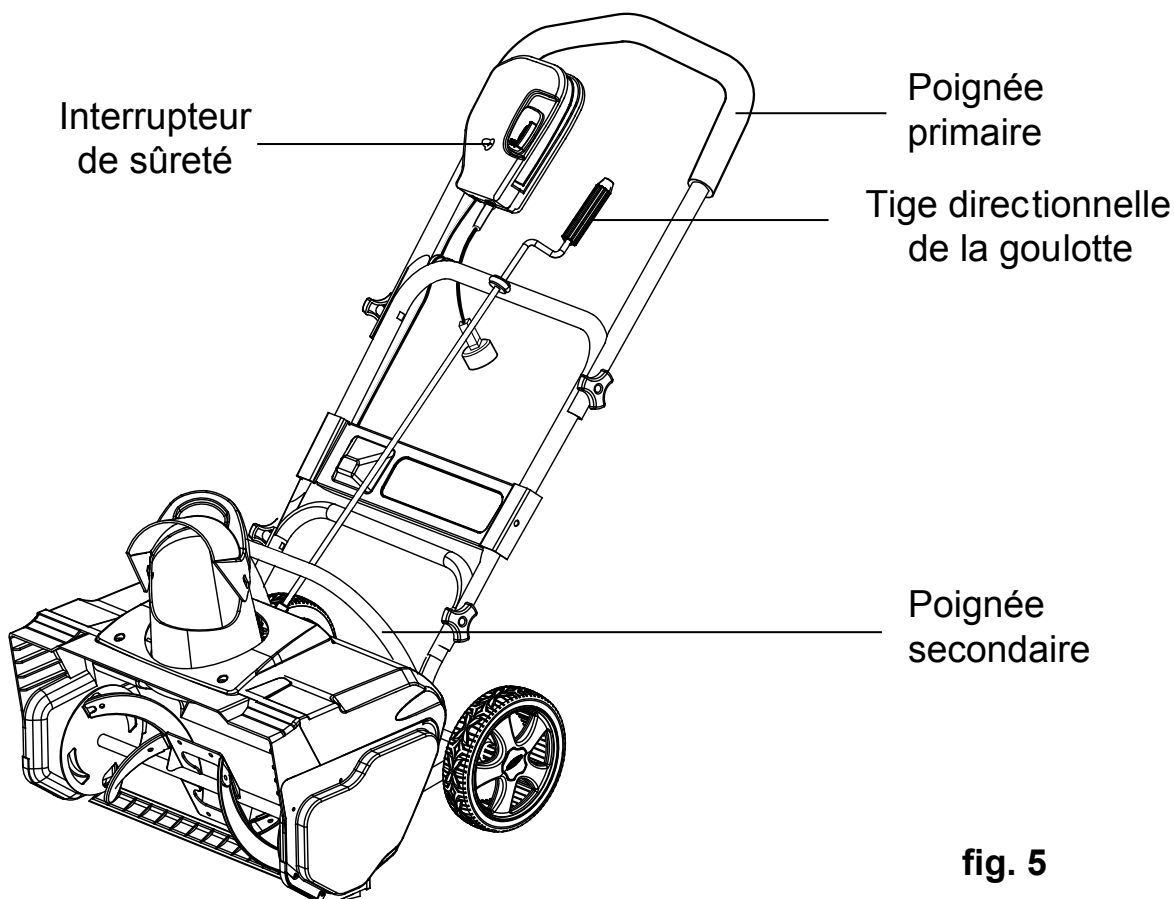

fig. 5
2. Appuyez sur l'interrupteur de sûreté pour le réenclencher. Recommencez les étapes de démarrage (fig. 5).
- Enlevez de grands amas de neige en plaçant la souffleuse sur le dessus de l'amas. Soulevez la souffleuse par la première et la deuxième poignées seulement (fig. 5). Laissez le poids de la souffleuse enlever l'amas de neige dans un mouvement de va-et-vient.
- Lorsque vous déneigez un escalier ou une saillie profonde, tenez la souffleuse par la première et la deuxième poignées (fig. 5) et utilisez un mouvement de balancier ou de balayage.